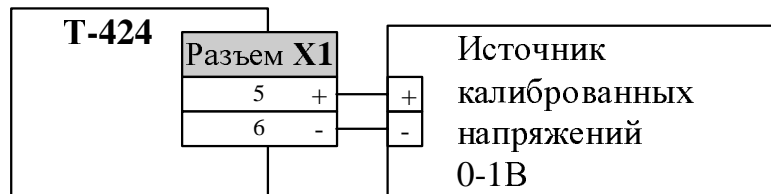

Рис. 8.1.4
- Собрать схему подключений согласно рис. 8.1.4.